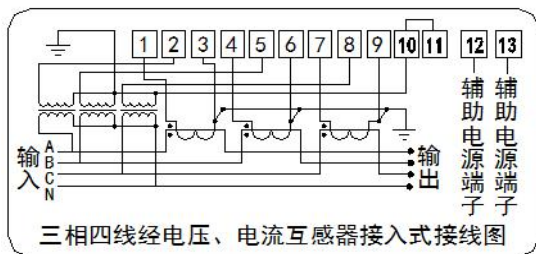

图 4 三相四线经电压、电流互感器接入式接线图 ($3 \times 57.7/100\text{V}$) 辅助电源可选
a) 各种不同电源电压、接入方式的电能表安装接线图按图 4~7 所示：